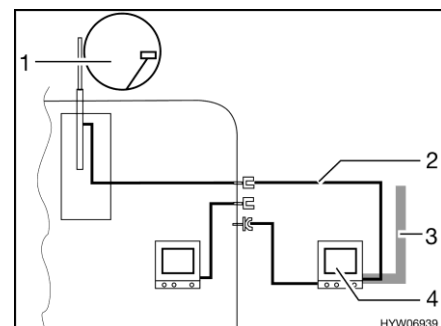

Fig. 210 TV en el área bajo el toldo
- TV en el área bajo el toldo (Fig. 210,4): Conexión a la antena del techo (Fig. 210,1) con el cable de conexión (Fig. 210,2)
- TV en el área bajo el toldo (Fig. 210,4): Conexión a antena externa (Fig. 210,3)